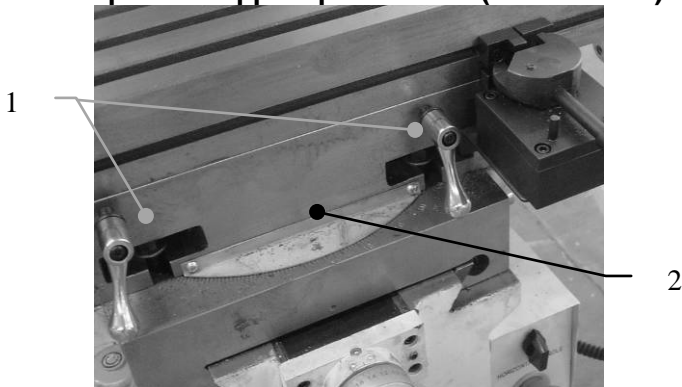

Рис. 11
Для поворота стола влево или вправо, необходимо ослабить 2 фиксирующие гайки (1) Рис.11. Выставить необходимый угол по
шкале (2) Рис.11 и зафиксировать это положение 2 гайками (1) Рис.11.